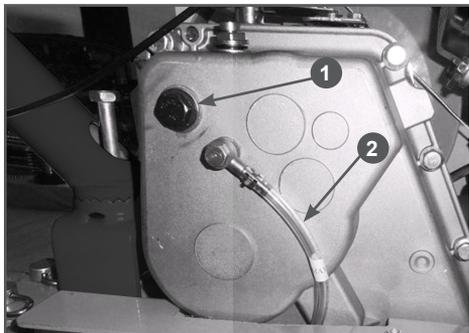

Рис. 13 Заправка масла в коробку передач
(Рис. 13).
4. Уровень масла в коробке передач контролируется с помощью специальной трубки 2 (Рис. 13). На трубке нанесены две метки «МАХ» и «MIN». Уровень масла в коробке передач должен быть по верхнюю метку «МАХ» на трубке. При необходимости долейте масло до требуемого уровня.